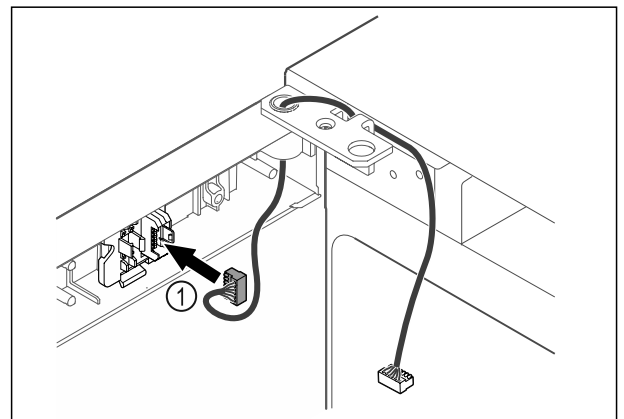

Fig. 43
- ▶ Enchufar el conector Fig. 43 (1) en su soporte.